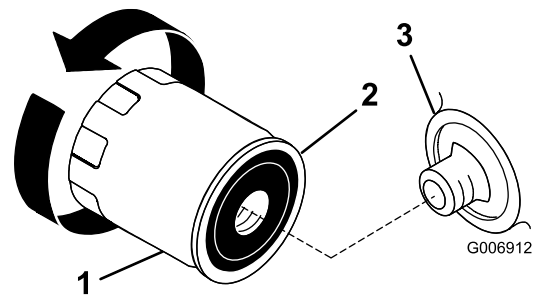

Figura 31
- Retire el filtro usado y limpie con un paño la superficie de la junta (Figura 31) del adaptador del filtro.
- Aplice una capa fina de aceite nuevo a la junta de goma sobre el nuevo filtro de aceite (Figura 31).
- Gire el filtro de aceite en el sentido de las agujas del reloj hasta que la junta de goma entre en contacto con el adaptador del filtro, luego apriete el filtro de aceite media o tres cuartos de vuelta más (Figura 31).